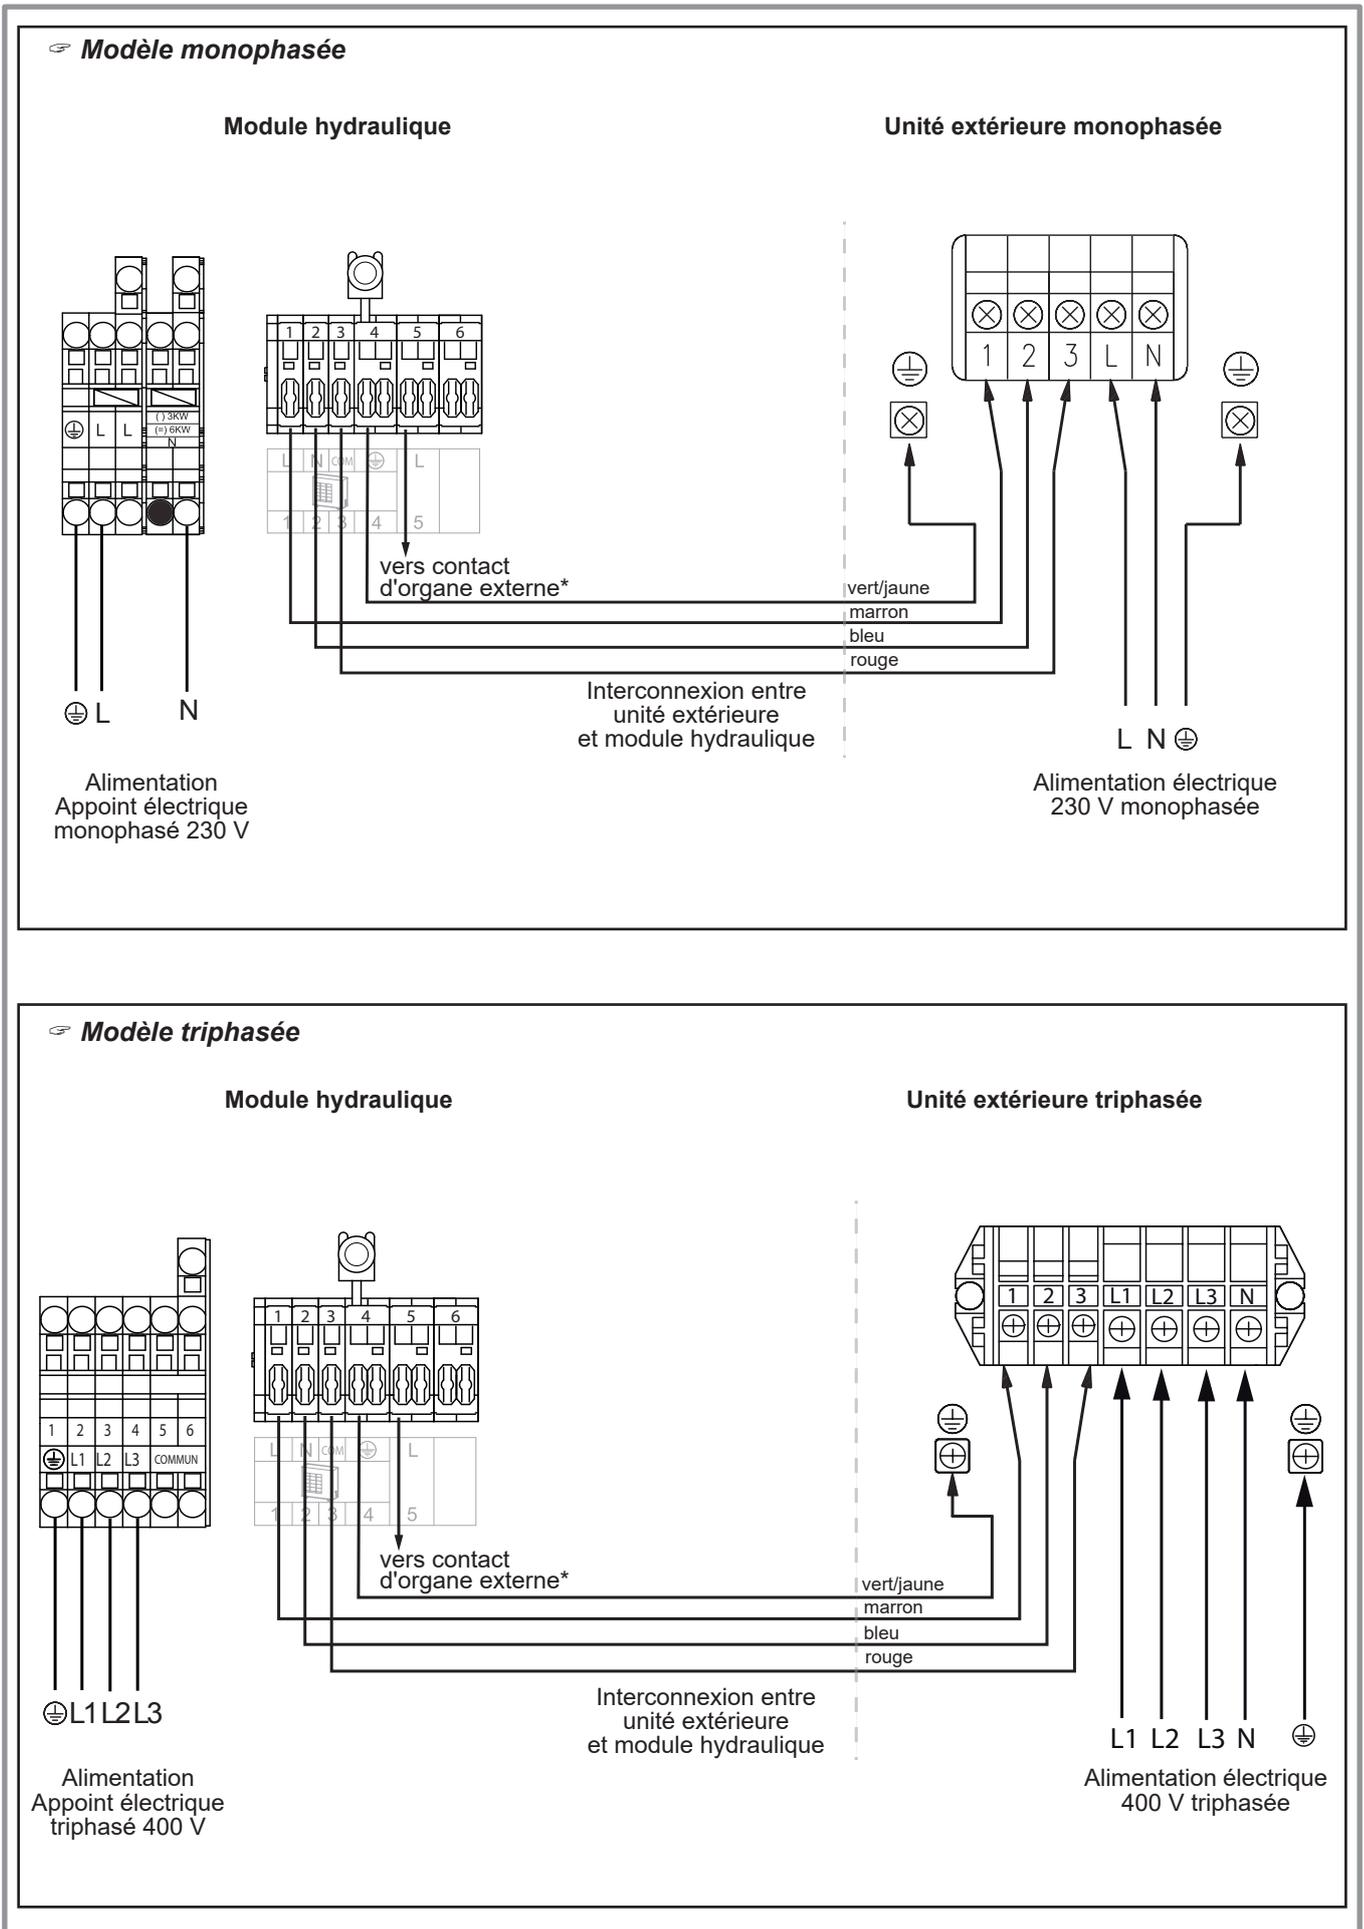

figure 37 - Raccordement aux borniers et relais de puissance
- Effectuer les raccordements suivant le(s) schéma(s) figure 37, page 39.
- Effectuer les raccordements suivant le schéma (figure 37).